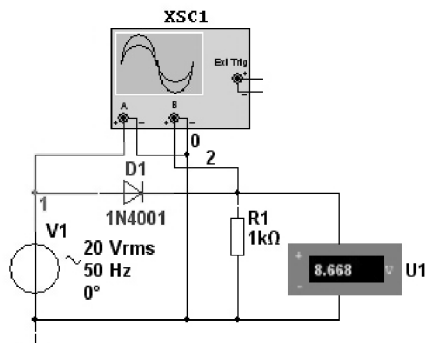

图 6-21 半波整流仿真分析电路
二极管具有单向导电的特性，可将正负变化的交流电变换为单一方向的直流电，这一过程称为整流。半波整流仿真分析电路如图 6-21 所示。
2. 搭建图 6-21 所示的半波整流仿真电路